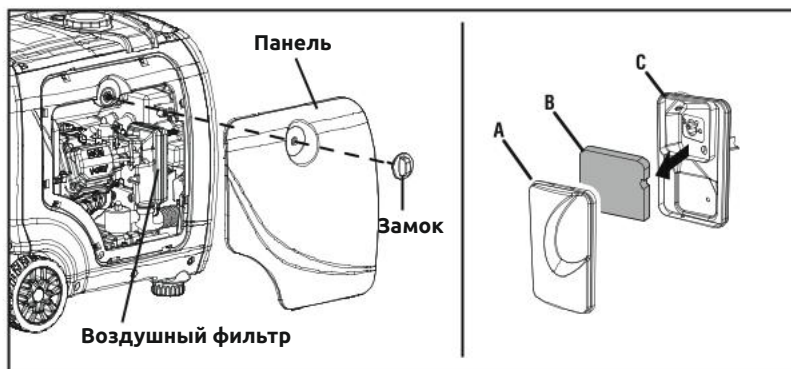

Рисунок 10 – Воздушный фильтр
Двигатель не будет работать на полную мощность, если воздушный фильтр будет поврежден или забит мусором. Прочищайте фильтр каждые 200 часов или раз в год (Рис. 10). Прочищайте чаще либо меняйте фильтр, если работа ведется в сильно запыленных условиях.
- Снимите защитный экран воздушного фильтра и вытащите фильтр (Рис.10).